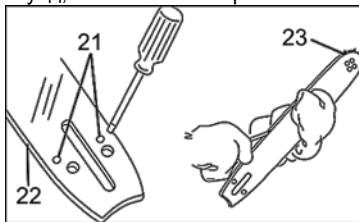

Рисунок 5
- перевірте, щоб канал для оливи (21, рисунок 5) та паз на напрямній шині (22, рисунок 5) не були засмічені. При необхідності прочистьте їх;
- перевірте, чи вільно обертається зірочка (23, рисунок 5) у вершині напрямної шини.